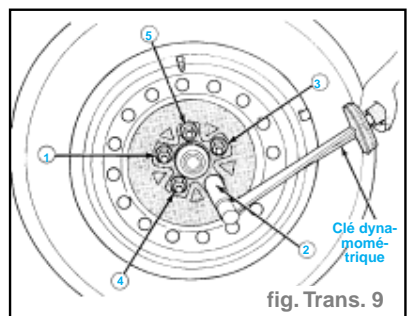

fig. Trans. 9
- Poser l'ensemble de roue avant. Poser les écrous de goujon de roue avant et les serrer dans l'ordre correct (fig. Trans. 9). Ensuite, serrer les écrous de goujon de roue au couple de **13,5 daN.m**.